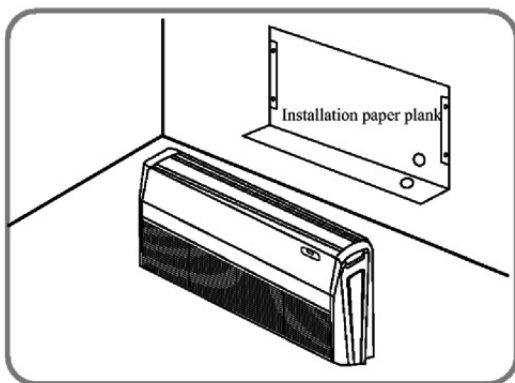

Fig. 2
a. Stabilire la posizione di montaggio a soffitto o a parete utilizzando la dima di foratura. Segnare la posizione di montaggio e rimuovere la dima (vedere Fig. 2).